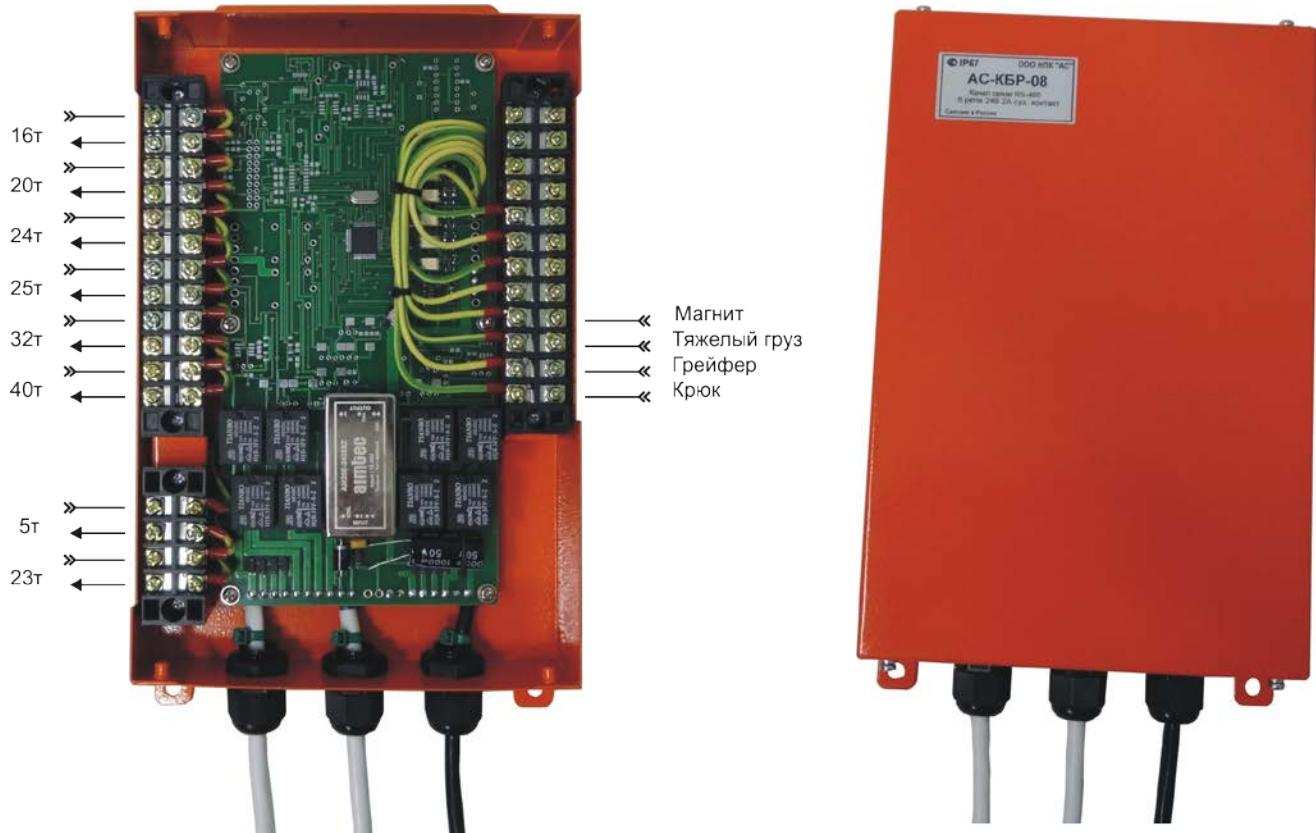

Рис. 8
6.8. Контроллер и блок реле АС-КБР-08, рис.8, осуществляет связь между контроллером АС-АОГ-01м+ и системой управления силовыми агрегатами крана.